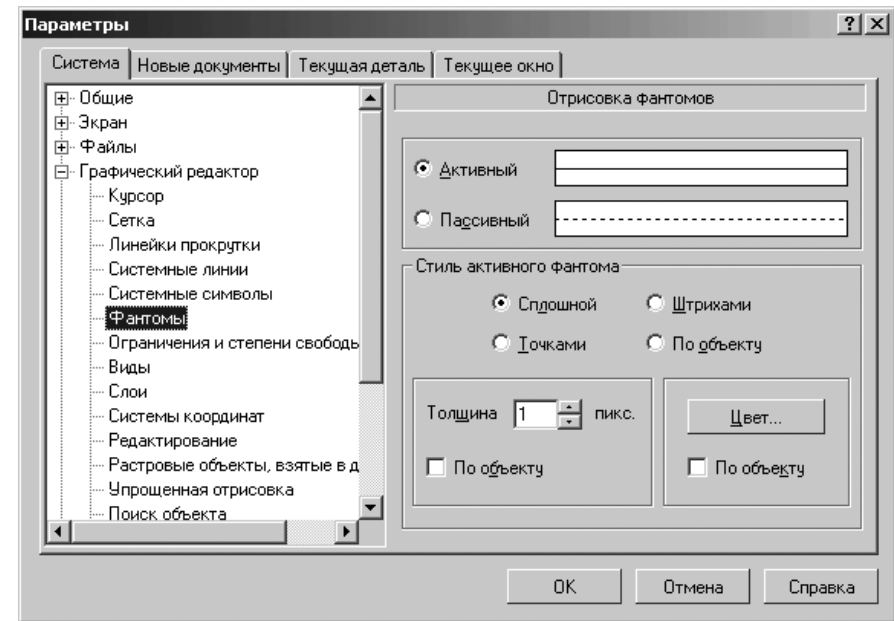

Рис. 9.24. Диалоговое окно **Параметры** с открытой вкладкой **Система** и открытой панелью **Отрисовка фантомов**
- щелкните по пункту **Фантомы**. Откроется в правой части диалогового окна панель **Отрисовка фантомов** (рис. 9.24);